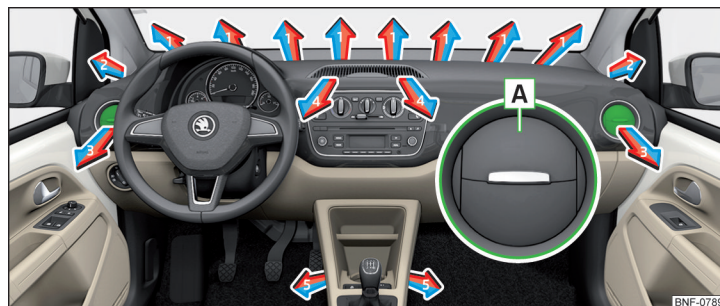

Fig. 83 Luftdyser
I forbindelse med luftdyserne **3** » Fig. 83 kan du ændre luftstrømmens retning, og du kan også åbne og lukke dyserne enkeltvis.
- Tryk på lamellens yderste kant i området **A** for at **åbne** » Fig. 83.
| Indstilling af luftstrømmens retning | Luftdyser » Fig. 83 |